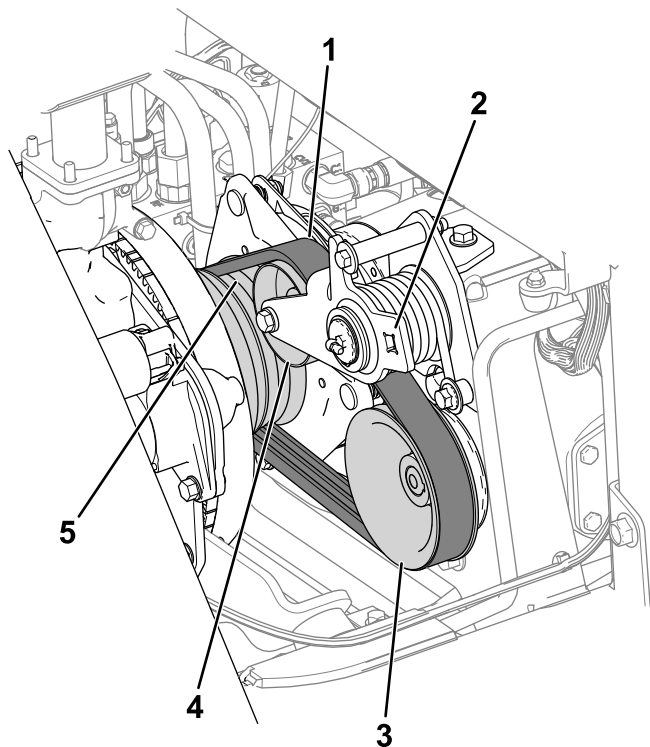

Рисунок 78
- Установите ремень на шкив двигателя, натяжной ролик и шкив насоса (Рисунок 78).